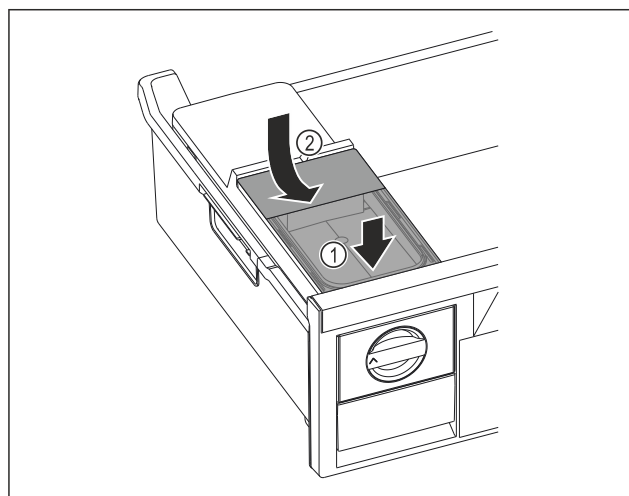

Fig. 124
- Nádržku na vodu nasadíte vpred. Fig. 124 (1)
- Nádržku na vodu spustíte vzadu. Fig. 124 (2)